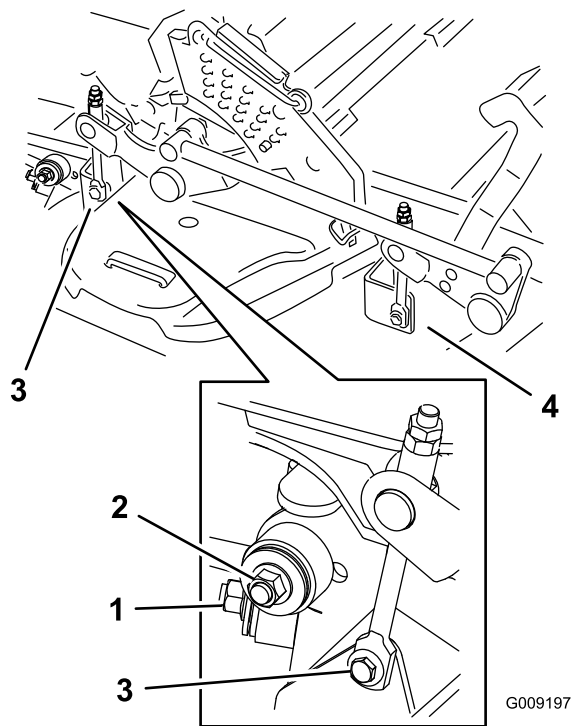

Bild 104
8. Entfernen Sie die Schrauben an beiden Seiten des Mähwerks (bewahren Sie sie auf), wie in Bild 104 dargestellt.